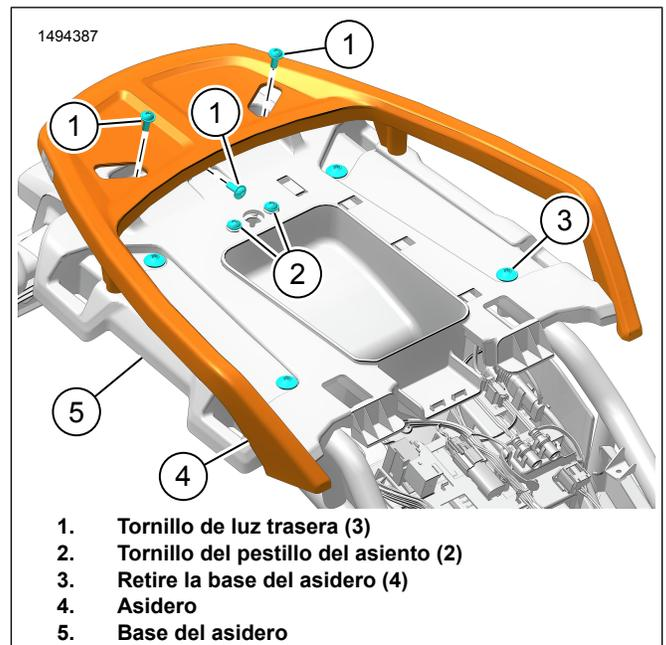
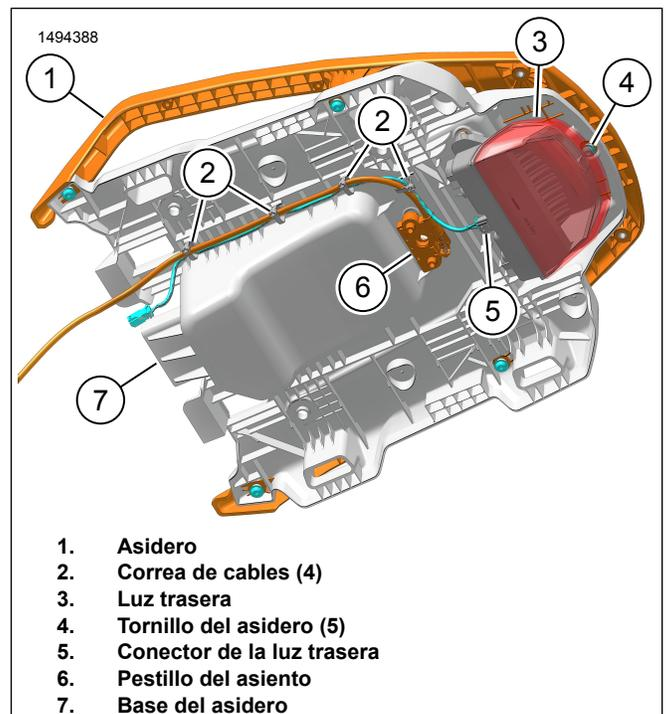
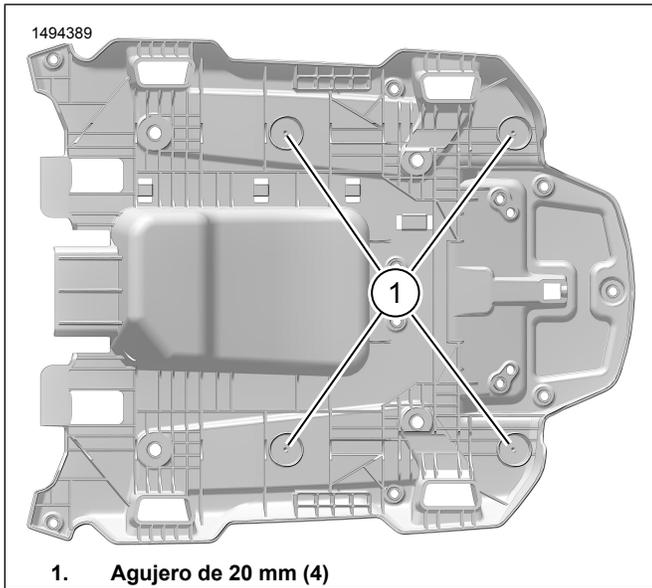

Figura 3. Agarradera
Figura 4. Desmonte la base del asidero
Figura 5. Agujeros de la base del asidero
1. Vea la Figura 3. Retire los tornillos de la base del asidero (3).
2. Vea la Figura 4. Retire y deseche las correas de cables (2).
3. Vea la Figura 4. Retire la luz trasera (3).
- a. Desconecte el conector de la luz trasera (5)
- b. Vea la Figura 3. Quite los tornillos (1).
4. Vea la Figura 4. Retire el cierre del asiento (6).
- a. Vea la Figura 3. Retire los tornillos del asiento (2).
5. Vea la Figura 4. Retire el asidero (1) de la base del asidero (7).
- a. Retire el tornillo del asidero (4).
6. Vea la Figura 5. Taladre los agujeros de separación (1).
1. Vea la Figura 4. Instale el pestillo del asiento (6).
2. Vea la Figura 4. Instale la luz trasera (3).
- b. Conecte el conector de la luz trasera (5)
3. Vea la Figura 4. Cable del pestillo del asiento de ruta y arnés de luz trasera. Asegúrelo con correas de cables **nuevas** (2).